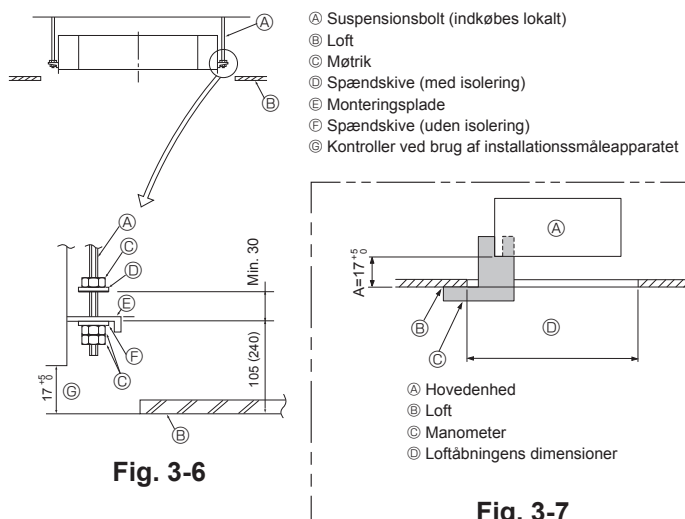

Fig. 3-6
3.6. Procedurer ved ophængning af enheden (Fig. 3-6)